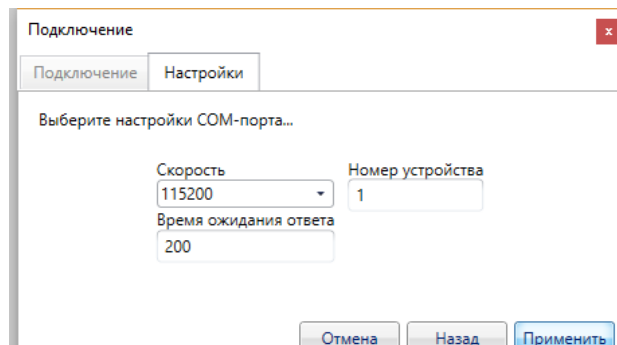

Рисунок 5.4
- нажать кнопку «Применить» (рисунок 5.4).